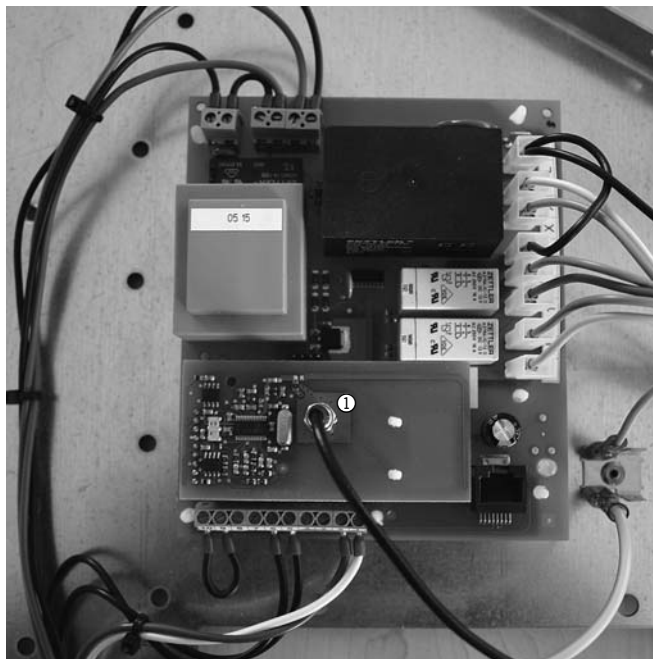

Рис. 1.: Панель приемника радио сигналов
- Подключение антенны осуществляется предприятием-изготовителем (см. рис. 1).
- Включите 3-полюсный автоматический выключатель (устанавливается заказчиком). На панели горит только желтый светодиодный индикатор (см. рис. 1).
- Отключите 3-полюсный автоматический выключатель. На панели горит только желтый светодиодный индикатор (см. рис. 1).